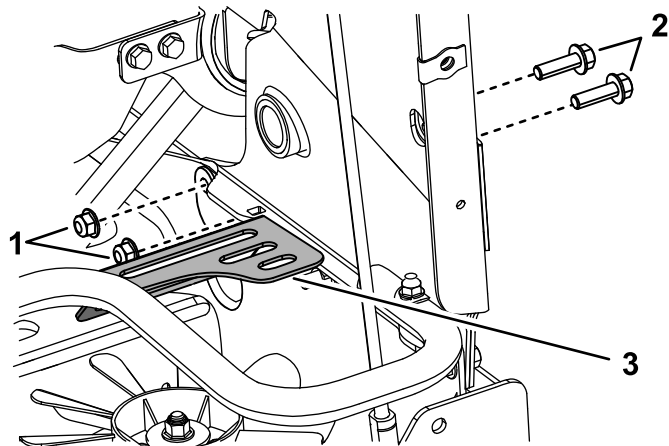

Figura 28
14. Retire los 2 pernos y las 2 tuercas del lado derecho de la máquina, y utilícelos para instalar el protector del ventilador (Figura 28). Apriete los pernos a 37–45 N·m (27–33 pies-libra).